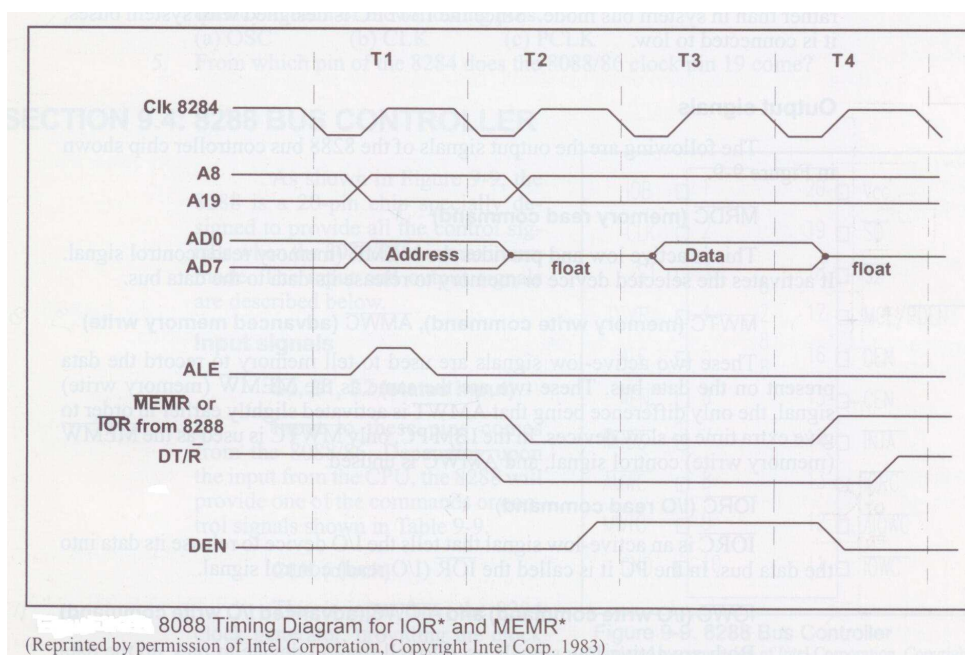

FIGURE 2.15 – Diagramme temporel du 8088
- Si un des signaux de statut est au niveau bas. Comme nous l'avons vu à propos des signaux du 8288, ceci arrive presque toujours sauf lorsque le microprocesseur est en mode passif. La figure 2.15 montre que le cycle mémoire du 8088 comprend quatre tics d'horloge : T_1 , T_2 , T_3 et T_4 . Les signaux de statut sont tous à niveau haut (passifs) dans l'état T_4 , donnant une chance à une requête DMA en attente d'utiliser les bus.